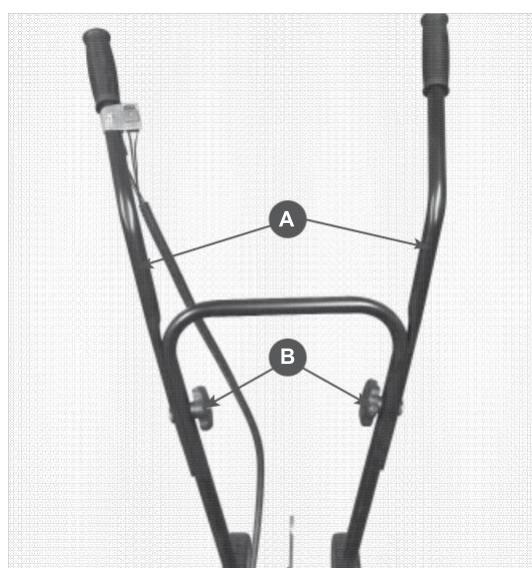

Рис.5
Закрепите правую и левую рабочие рукоятки (A) Рис.5 на средней части рамы. Для этого используйте две барашковые гайки, два крепежных болта и две пружинные шайбы из комплекта крепежа культиватора (B) Рис.5. НЕ допускайте чрезмерного затягивания барашковых гаек.